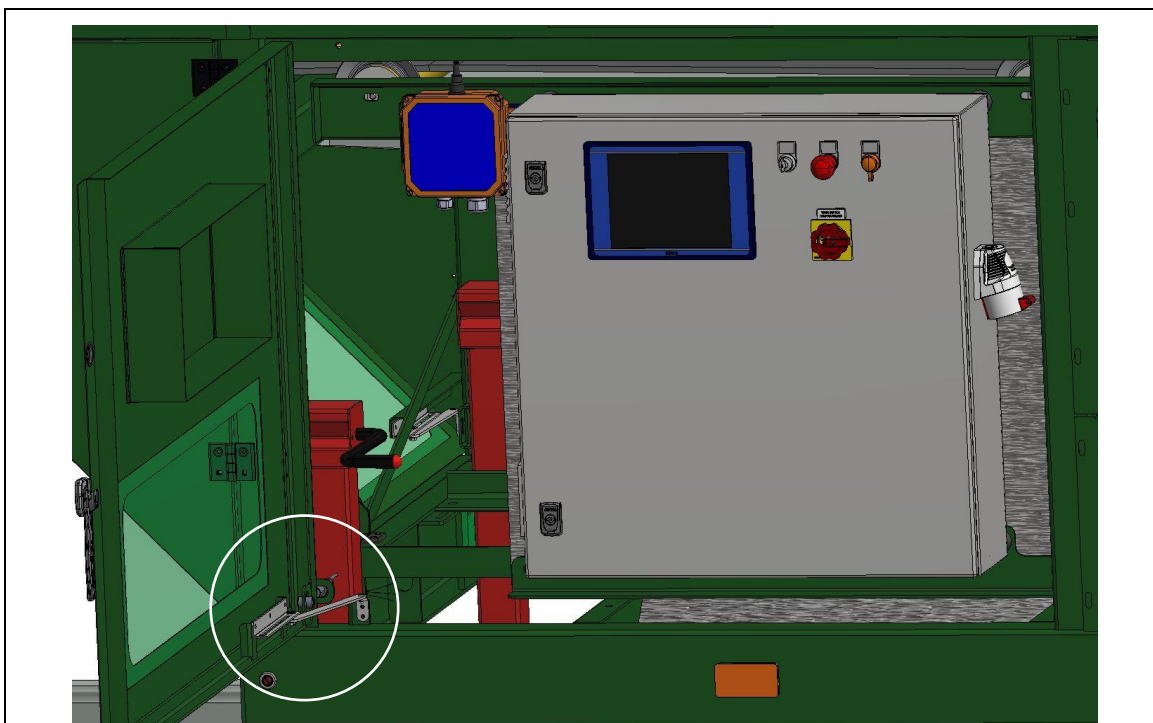

Fig. 8-4 Betjeningsdør åbnet
1. Åbn servicedøren helt, indtil dørholderen går i indgreb (se fig. 8-4).
1. Åbn betjeningsdøren, og sikr denne med den anbragte stang (se fig. 8-4).